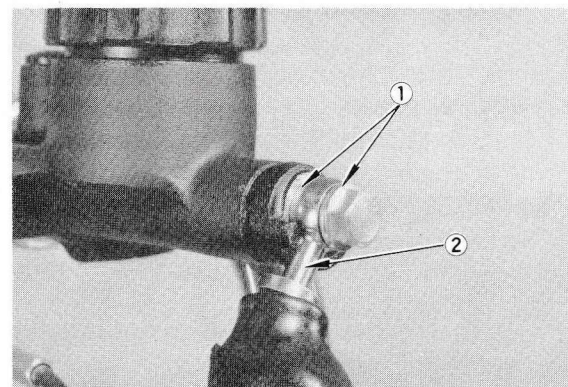

Fig. 3-3-46
h) Fastsätt bromsslängen vid huvudcylindern med kopplingsbulten. (Se Fig. 3-3-46)
h) Spænd bremseolien fast til hovedcylindern med en samlebolt. (Fig. 3-3-46)